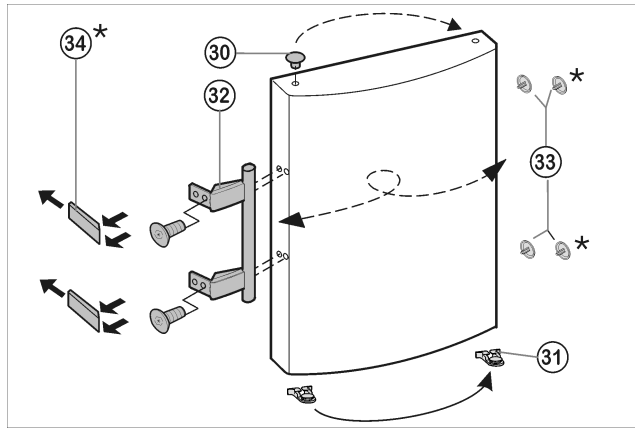

Fig. 9
- ▶ Til de stop Fig. 9 (33) uit de deurlagerbus en plaats hem om.
- ▶ Deurgreep Fig. 9 (32), stoppen Fig. 9 (33) en drukplaatjes* Fig. 9 (34) verwijderen en aan de andere kant aanbrengen.